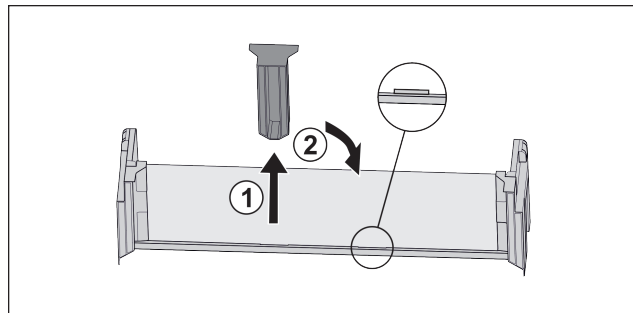

Fig. 85
- ▶ Изтеглете средната задържаща част Fig. 85 (1).
- ▶ Вкарайте средната задържаща част на втората позиция Fig. 85 (2).